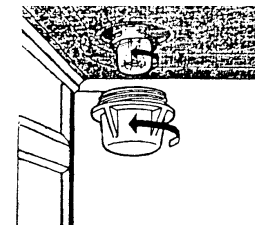

Рис. 7
7.4.2 Для замены лампы устройства освещения, отключить плиту от сети и снять стеклянный плафон, повернув его против хода часовой стрелки (рис. 7). После замены лампы установить стеклянный плафон.